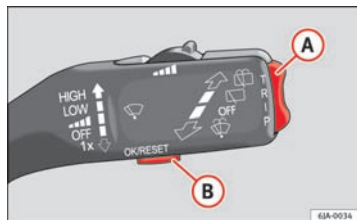

Fig. 35 Betjeningsarm til viskere: betjeningssementer til informationsdisplay
- Du kan aktivere **Hauptmenü (hovedmenuen)** ved at trykke i lang tid på vippeknappen **A** ⇒ Fig. 35.
- Hvis der bliver vist en advarsel i informationsdisplayet, skal du bekræfte den ved at trykke på knappen  ⇒ Fig. 35 ⇒ Side 61, inden du kan vende tilbage til hovedmenuen.